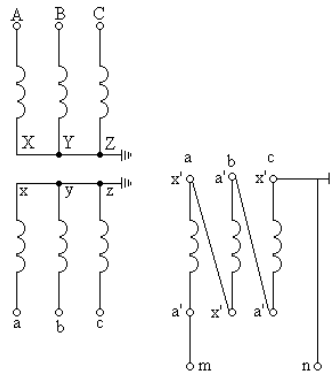

Рис.6
3. Определить напряжение на выходных зажимах m и n фильтра напряжения нулевой последовательности, у которого вторичная обмотка фазы b подключена неправильно (см. рис.6) – перепутаны начало и конец обмотки, по данным: междуфазное напряжение в месте установки TV0 равно 105 кВ; коэффициент трансформации между первичной обмоткой и обмоткой фильтра равно $n_{U0} = \frac{110/\sqrt{3}}{0,1}$.